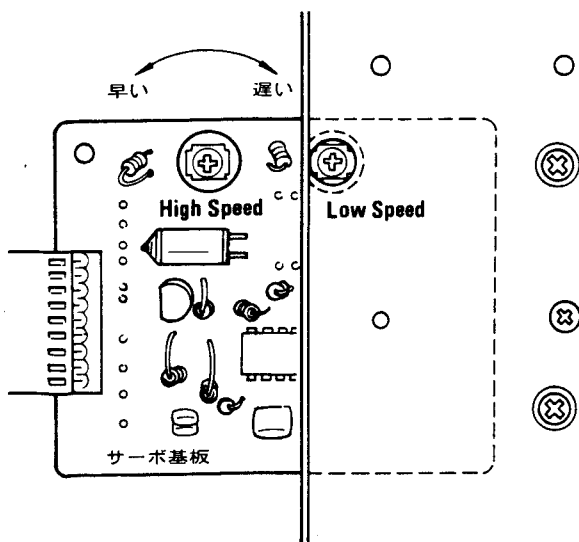

図1-10
2. テープ速度が規格値に入っていないときは、テープ・デッキ左側面にあるサーボ基板の半固定抵抗(High Speed)をまわして調整する。(図1-10参照)